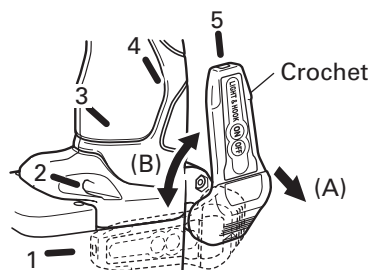

Fig. 5
(1) Ouverture du crochet
- Tirer le crochet vers soi dans le sens de la flèche (A), et le tourner dans le sens de la flèche (B). (Fig. 5)